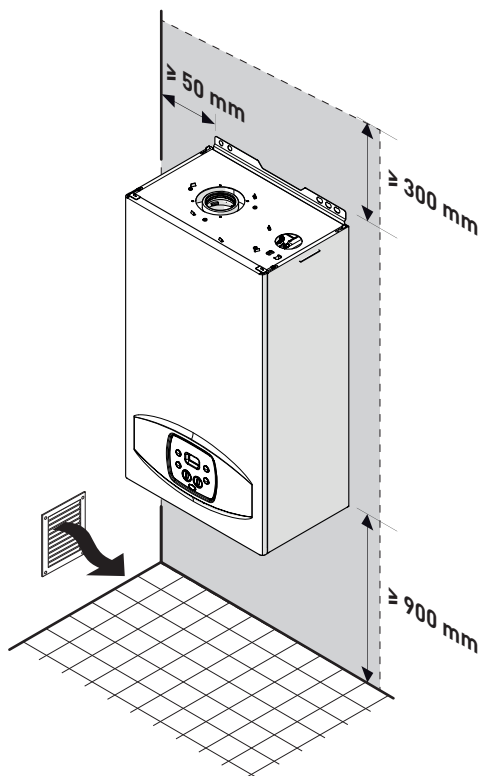

Fig. 20
- Tenere in considerazione gli spazi necessari per l'accessibilità ai dispositivi di sicurezza/regolazione e per l'effettuazione delle operazioni di manutenzione (vedere Fig. 20).